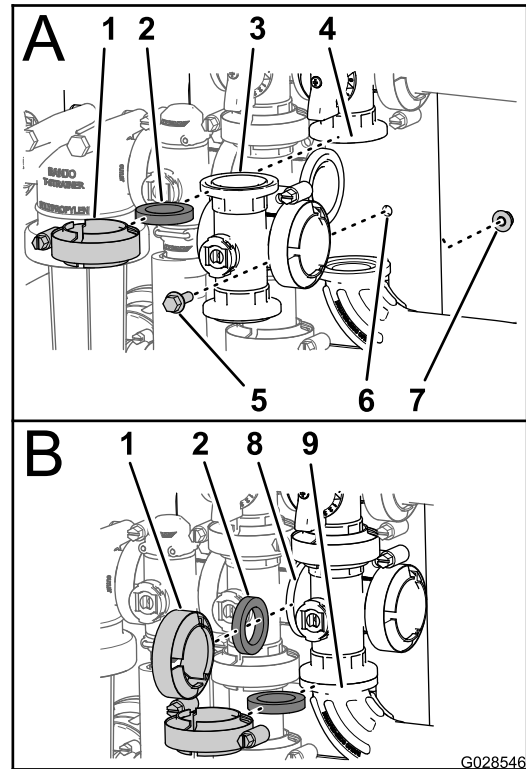

図 103
5. マスターブームバルブマニホルドのフランジ、ガスケット、フランジ付き 90° エルボを整列させるフローメータ用のホースの端部 図 103 のBを参照。